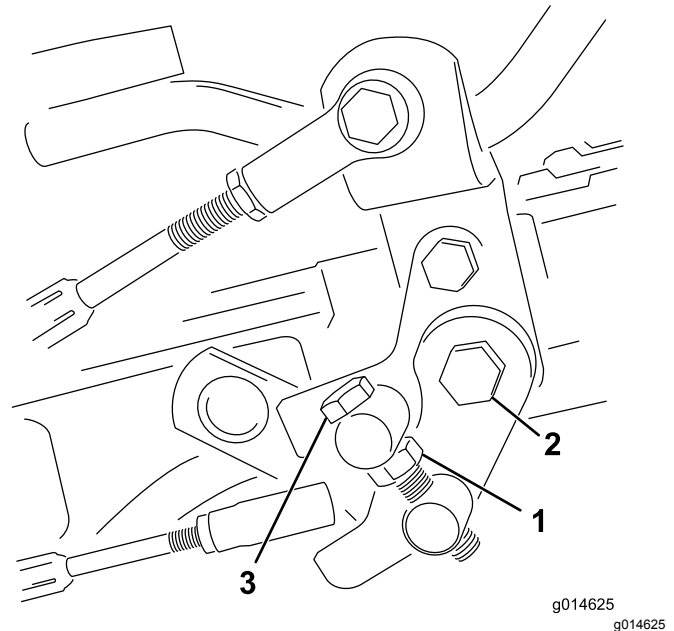

Figura 42
1. Liberte a porca de retenção do parafuso do eixo (Figura 42).
4. Aperte a porca de retenção no parafuso do eixo e a porca na articulação do pedal para bloquear o ajuste (Figura 42). Verifique o ajuste e ajuste se for necessário.